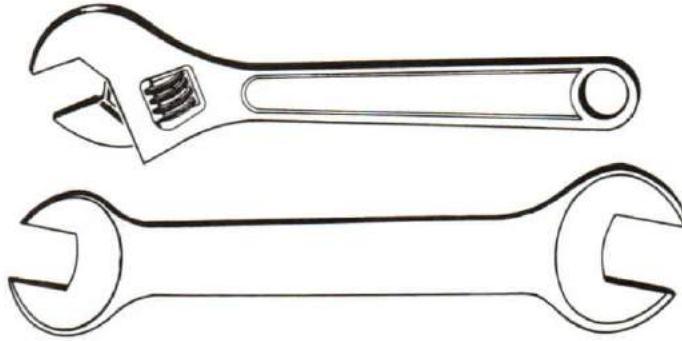

Figure 9-18
19. Wrenches - The two main types of general use wrenches are the non-adjustable open-end wrench, and the adjustable open-end wrench. Even among these two types there are many varieties and sizes. See Figure 9-18.
19. Les clés. Les deux principaux types de clés en usage général sont la clé ouverte fixe et la clé à ouverture réglable. En fait, ces deux types de clés se font en plusieurs modèles et longueurs (voir la figure 9-18).